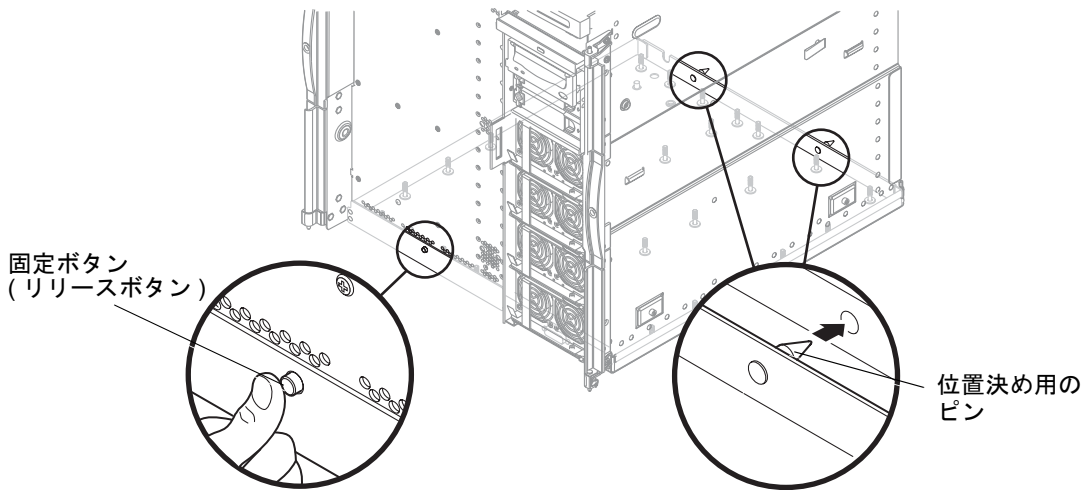

図 13-3 ベースプレーン固定ボタンの解除 (固定ボタンがある場合)
- システムに固定ボタン (リリースボタン) が付いている場合は、片手でベースプレーンを支えながら、シャーシ正面の固定ボタン (リリースボタン) を押しします (図 13-3)。
18. ベースプレートの正面側を下げて、手前に引っ張ります (図 13-3)。
3. 位置決め用のピンをシャーシ背面のスロットに挿入します (図 13-3)。